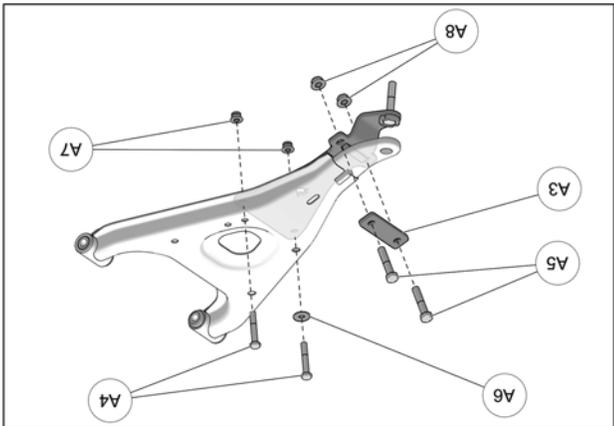

Fig. 26
15. Placer le couvercle (A3) sur le bras de suspension et aligner les trous du couvercle et de l'ancrage. Insérer les boulons M10x55mm (A5) par le dessus. Assembler ces deux parties avec les écrous (A8). Insérer les boulons M8x55mm (A4) par le dessus; la rondelle (A6) est installée sur le boulon inséré vers l'arrière du véhicule. Assembler avec les écrous (A7). Serrer les écrous M10 à 50 N•m [37 lb•pi] et les écrous M8 à 25 N•m [18 lb•pi]. Fig. 26